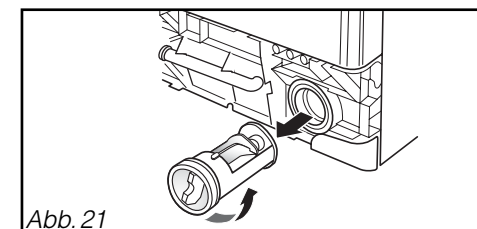

Abb. 21
– Den Stopfen vom Filter der Entleerungspumpe lösen (Abb. 21).